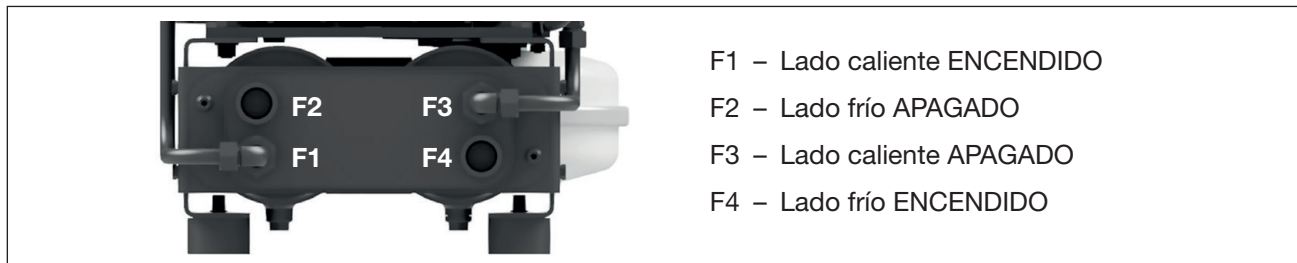

Fig. 12 Conexiones del intercambiador de calor de placas
- Instale unos filtros apropiados (tamaño de malla máx. de 0,1 mm) en las entradas de medios (Fig. 12/ F1 y F4) del intercambiador de calor de placas para evitar la contaminación.
- a) Conecte el intercambiador de calor de placas al tubo de refrigeración de acuerdo con el diagrama de conexión (Fig. 12).